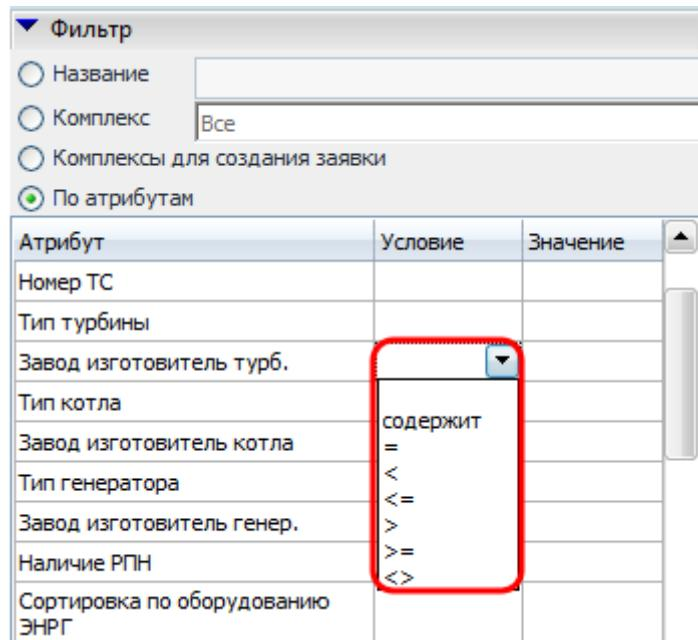

Рисунок 9.65 – Задание условия сравнения для атрибута
- **«По атрибутам».** Задать ограничения на дополнительные атрибуты оборудования. Список атрибутов отображается в столбце «Атрибуты» (элементы справочника «Дополнительные атрибуты» руководства по работе с приложением «Интерфейс оборудования» с признаками «Для оборудования» и «Видимый»). В столбце «Условие» для атрибута из раскрывающегося списка необходимо указать условие (Рисунок 9.65).